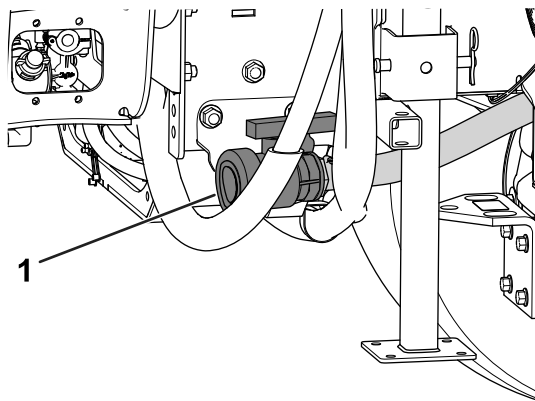

Рисунок 92
2. Найдите сливной кран с правой стороны машины (**Рисунок 92**).